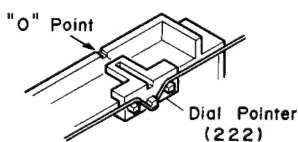
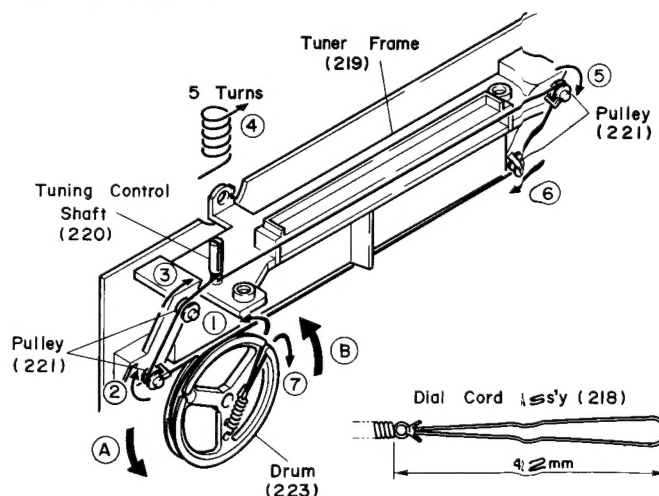

Figure 4-1
Figure 4-2
1. Turn the drum fully in the direction Ⓐ shown in Fig. 4-2 and stretch its cord over the parts in the numerical order.
2. Then turn the tuning control shaft fully in the direction Ⓑ shown in Fig. 4-2 and fix its pointer as shown in Fig. 4-1.
1. Die Trommel gemäß Abb. 4-2 in Richtung ④ ganz drehen und dann die Schnur in der numerischen Reihenfolge über die einzelnen Teile spannen.
2. Die Abstimmgewindestift gemäß Abb. 4-2 in Richtung ⑤ ganz drehen und dann den Zeiger gemäß Abb. 4-1 befestigen.
1. Tourner entièrement le tambour dans la direction ④ indiqué dans la Fig.4-2 et mettre le fil de cordon sur les parties dans l'ordre numérique.
2. Tourner entièrement l'arbre de commande d'accord dans la direction ⑤ dans la fig. 4-2 et fixer l'aiguille comme l'illustre la Fig.4-1.